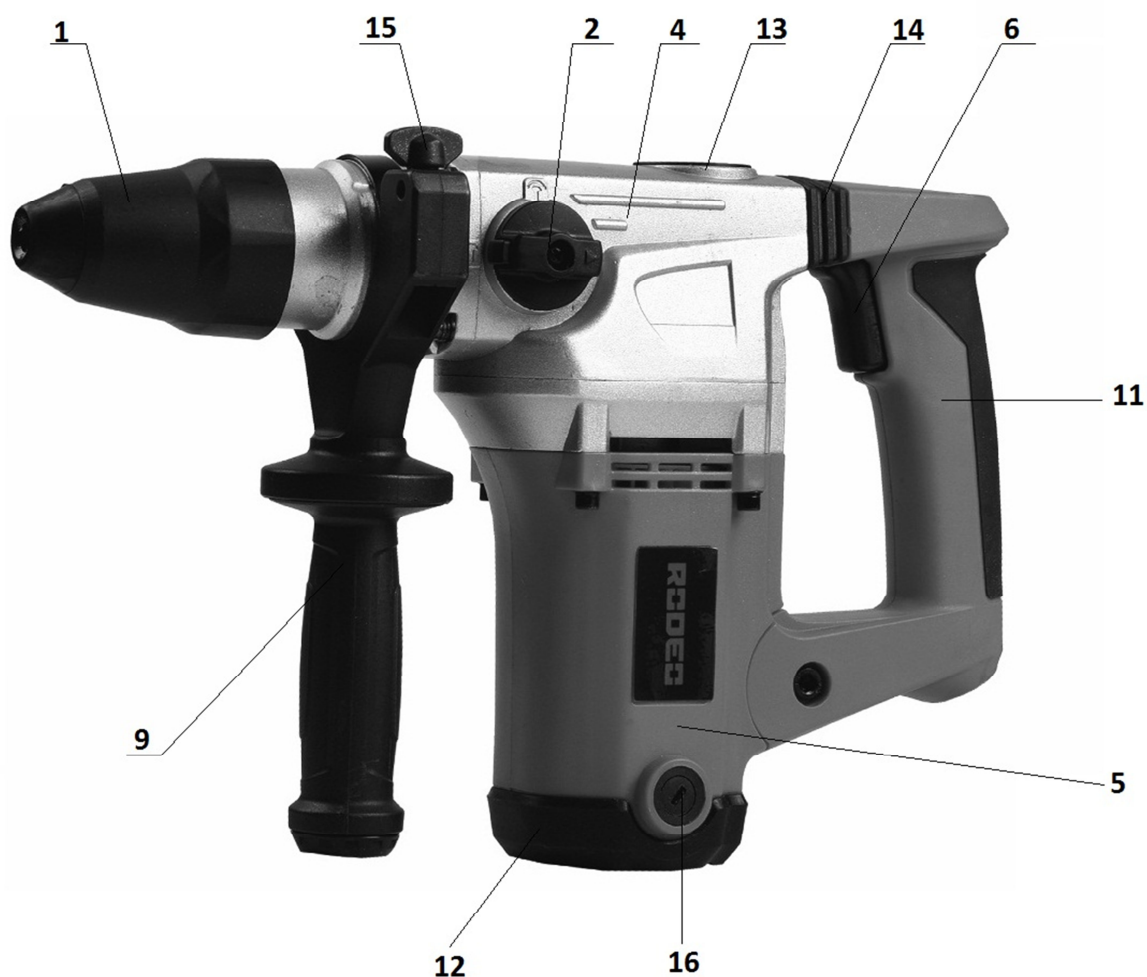
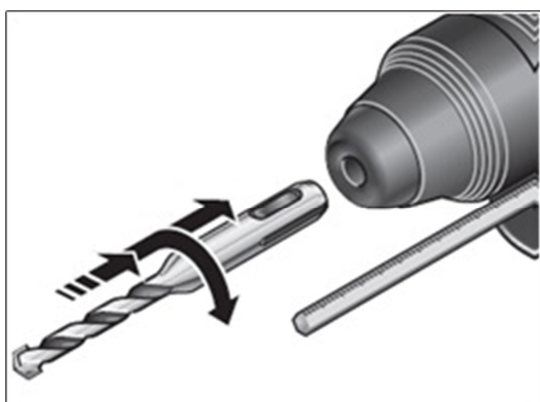

Рис.3
Рис.4
Инструмент с хвостовиком типа SDS-Plus вставить в отверстие буксы (1) без усилия и слегка провернуть вокруг своей оси так, чтобы шлицы буксы совпали с пазами хвостовика, затем вставить инструмент до упора (см. рис. 3). Специальный механизм предотвращает самопроизвольное выпадение инструмента из буксы. Для удаления инструмента наружный стакан буксы (1) отвести назад до упора, вынуть инструмент. Переходник для сверлильного патрона устанавливается в перфоратор аналогичным способом (см. рис.4).